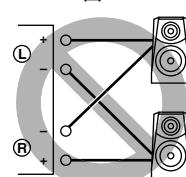

图 2
- 反向连接左声道 “-” 端子和右声道 “-” 端子（交叉连接，图 2）。